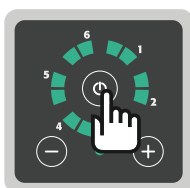

Fig. 13: Tecla de comando On/Off
5. Premir a tecla de comando «On/Off» no painel de controlo (Fig. 13).